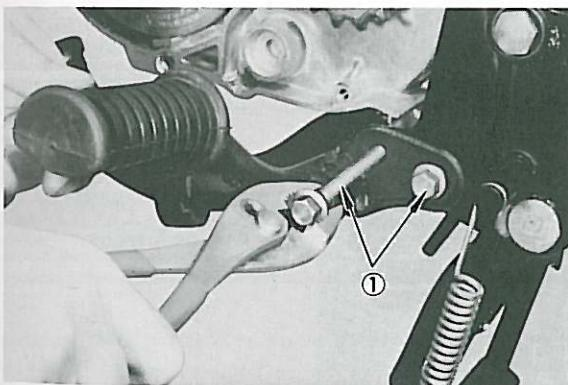

Fig. 3-1-9
Remove footrest two bolts (1) and two bolts (2) in the upper area of the engine, and remove bolt (3). (Fig. 3-1-9, 3-1-10 and 3-1-11)
Enlever le boulon des repose-pieds (1) et les deux boulons (2) supérieurs, et enlever le boulon (3) en dernier lieu. (Fig. 3-1-9, 3-1-10 et 3-1-11)
1. Pour enlever ces boulons, desserrer suffisamment les deux boulons (2) pour pouvoir les dévisser à la main. Tenir le moteur de la main gauche, et enlever les boulons (2), puis le boulon (3).
Fußrestenbolzen (1) und zwei Schrauben (2) im Oberteil des Motors sowie die Schraube (3) entfernen. (Fig. 3-1-9, 3-1-10 und 3-1-11)